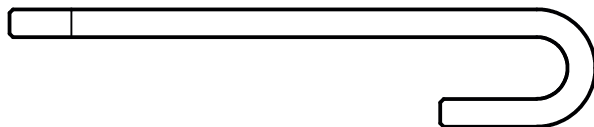

Рис. 13 Механическая кочерга
8.1.15.3. Так же в комплекте горелки используется съемный, механизм автоматической механической чистки горелки – механическая кочерга (Рис. 13). Механическая кочерга предназначена для работы комплекта горелки с интервалом технического обслуживания от 24 до 72 часов.